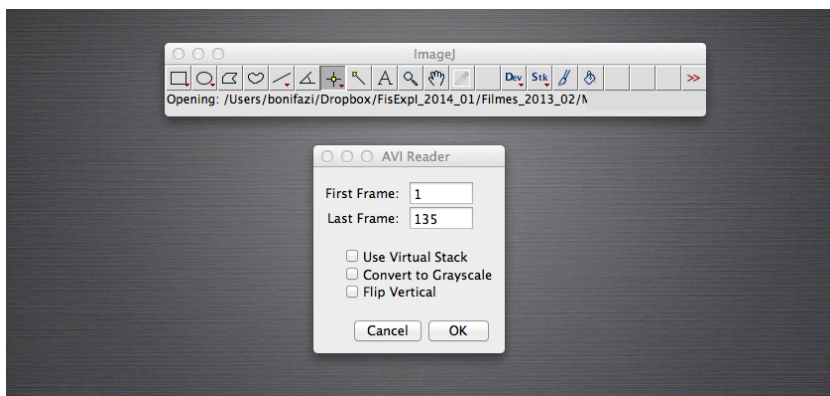

Figura E.2: ImageJ: tela de início para carregar o filme.
3. No ImageJ abra o filme que você fez. Aparecerá uma tela com algumas indicações como se mostra na Figura E.2, "First Frame 1", "Last Frame 135", que podem em princípio ser alteradas pelo usuário. Essas informações correspondem ao número de imagens contidas no filme e permitem que escolhamos apenas algumas delas para serem exibidas. Mantenha como está e tecle "Ok".
2. Abra novamente o filme apenas com os quadros de interesse. Para isto coloque o número do primeiro quadro a ser utilizado em “First Frame” e o último em “Last Frame” como indicado na Figura E.2 e clique “OK”.